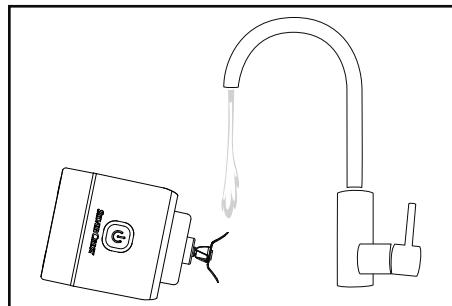

Fig. 2
- Pulire il blocco motore ⑨ con un panno umido.
- Se il miscelatore ④ non è molto sporco, riempirlo d'acqua tiepida fino al segno MAX aggiungendovi una goccia di detergente per piatti. Fare funzionare l'apparecchio per circa 30 secondi come descritto al capitolo **Uso**. Poi svitare il blocco motore ⑨ e svuotare il miscelatore ④.
- Lavare solo la lama a croce ⑤ con cautela sotto l'acqua corrente, utilizzando eventualmente uno spazzolino. Assicurarsi che non giunga acqua al blocco motore ⑨ e non immergere l'apparecchio nell'acqua. Rovesciare l'apparecchio in modo che la lama a croce ⑤ sporga nel getto d'acqua (vedere fig. 2). Se si esegue la pulizia subito dopo l'uso, è più facile rimuovere la sporcizia.